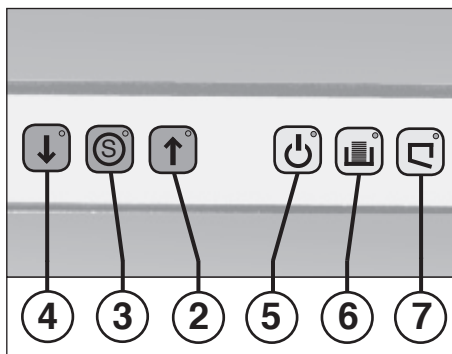
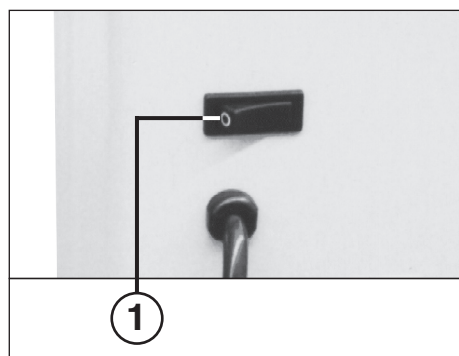

Рис. 2
Рис. 1
"Готовность к работе" (рис. 1)
2 = клавиша переднего хода (рис. 2)
3 = клавиша останова "S" (рис. 2)
4 = клавиша обратного хода (рис. 2)
"Готовность к работе" (рис. 2)
"Корзина заполнена" (рис. 2)
"Дверка открыта" (рис. 2)
Включите прибор с помощью рычажного выключателя (1) (рис. 1). В качестве знака готовности прибора к эксплуатации загорается контрольная лампочка индикации готовности к работе (5) и красная лампочка подсветки клавиши останова "S" (3) (рис. 2).
Если приемная корзина заполнена бумагой, то машинка выключается. Звучит предупредительный сигнал. Загорается контрольная лампочка (6) (рис. 2). Опорожните приемную корзину, как описано ниже:
- Откройте дверку машинки. Загорится контрольная лампочка (7) (рис. 2).
- Предупредительный сигнал перестанет звучать. Контрольная лампочка (6) погаснет.
- Пустой мешок вставьте в корзину, установите корзину на место и закройте дверку машинки. Контрольная лампочка (7) погаснет.
Следите за тем, чтобы прибор в ночное время был выключен с помощью рычажного выключателя (1), (рис. 1).
- Загорается лампочка подсветки клавиши останова "S" (3) (рис. 2).
- Нажмите на короткое время клавишу обратного хода (4) (рис. 2).
если происходит перегрузка двигателя, то он отключается. Выключите прибор, переведя рычажный выключатель (1), (рис. 1) в положение "0".